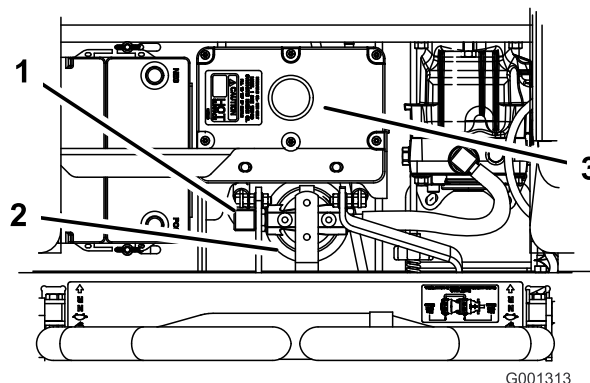

Figure 97
- Débranchez la conduite hydraulique droite qui est raccordée à l'adaptateur (Figure 97).
- Rebranchez la conduite hydraulique droite à l'adaptateur (Figure 97).
7. Appliquez une fine couche d'huile propre sur le joint en caoutchouc du filtre de rechange (Figure 97).
9. Remplissez le réservoir hydraulique jusqu'à ce que le liquide déborde du filtre. Tournez alors le filtre dans le sens horaire jusqu'à ce que le joint en caoutchouc vienne toucher l'adaptateur du filtre. Serrez ensuite le filtre de 1/2 tour supplémentaire (Figure 97).